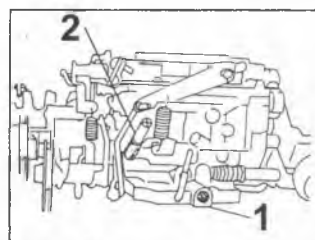

Рис. 126
Винт регулировки состава смеси (1) (Рис.126) заверните до отказа, затем отверните на 3 оборота. Винтом количества смеси (2) установите режим холостого хода для конкретной модели. Резко нажмите педаль привода дроссельных заслонок (педаль газа) и отпустите ее, снова проверьте частоту вращения вала. При необходимости повторите регулировку. Частота вращения коленчатого вала двигателя в режиме холостого хода: